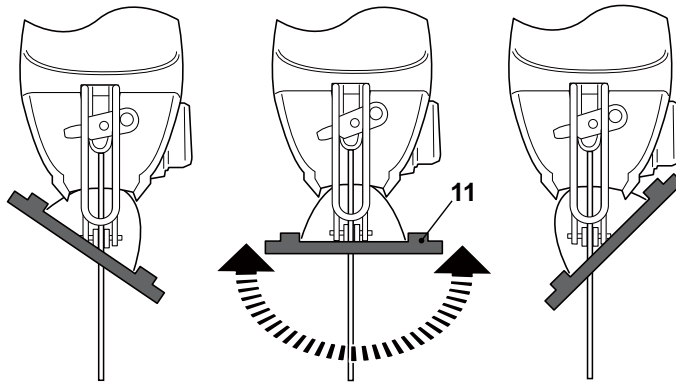

Fig. 8
- > Incline la placa base (11) para ajustar el ángulo de corte requerido (Fig. 8).